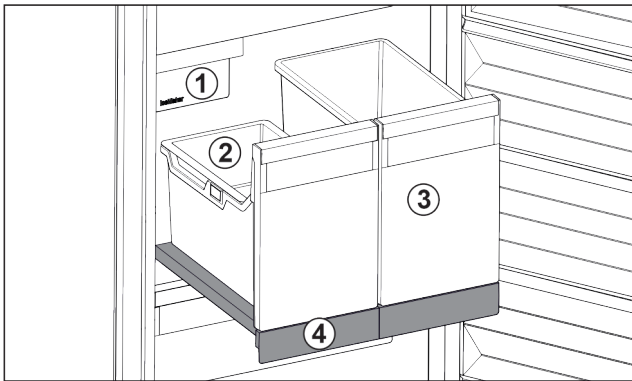

Fig. 28 Auszugsbord mit IceTower
- (1) IceMaker
- (2) Einhängeschale für Eiswürfel
- (3) Behälter für z. B. Pizza, alkoholische Getränke
- (4) Auszugsbord
Auf dem Auszugsbord sind zwei hohe Behälter (IceTower). Im Behälter Fig. 28 (2) werden Eiswürfel aus dem IceMaker gesammelt und gelagert. Behälter Fig. 28 (3) eignet sich für die Lagerung von hohen Lebensmitteln wie Pizzen oder alkoholischen Getränken.